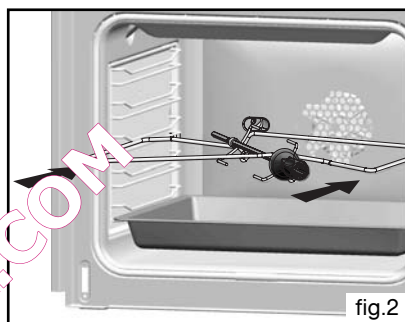
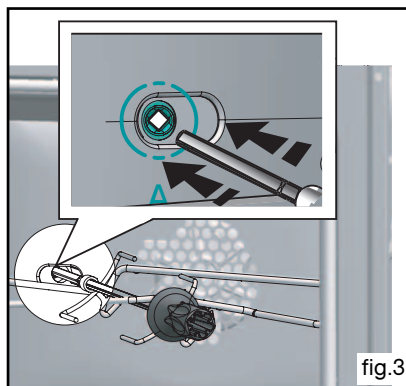

fig.2
fig.3
- **Plat multi usages 20 mm (fig.2)**
- disposez le plat multi-usages au gradin N°1 pour recueillir les jus de cuisson ou sur la sole si la pièce à rôtir est trop grosse (fig.2).
- placez la broche sur son berceau (fig.2).
- poussez légèrement pour engager la pointe de la broche dans le carré d'entraînement situé au fond du four (fig.3).
Insérez les deux autres butées rouges dans les emplacements **A** prévus à cet effet (fig.2). Faire lever sur ces pièces afin de déclipper la glace (fig.3).